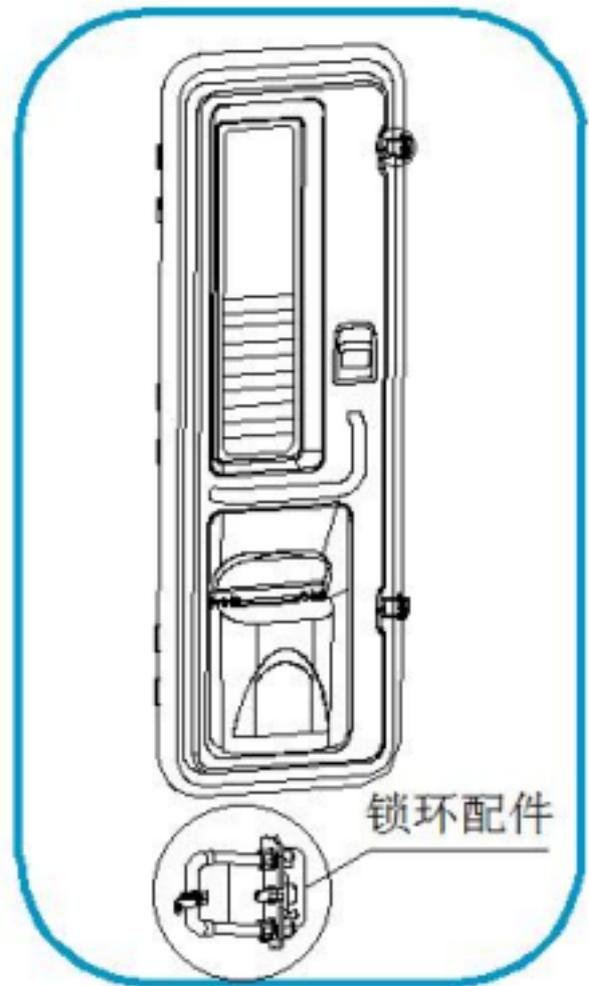

图 2
2. ドアを取り外し、ロックリングフィッティングのネジを外し、外枠のゴム溝にシーラントを均一に塗布します。(図2)